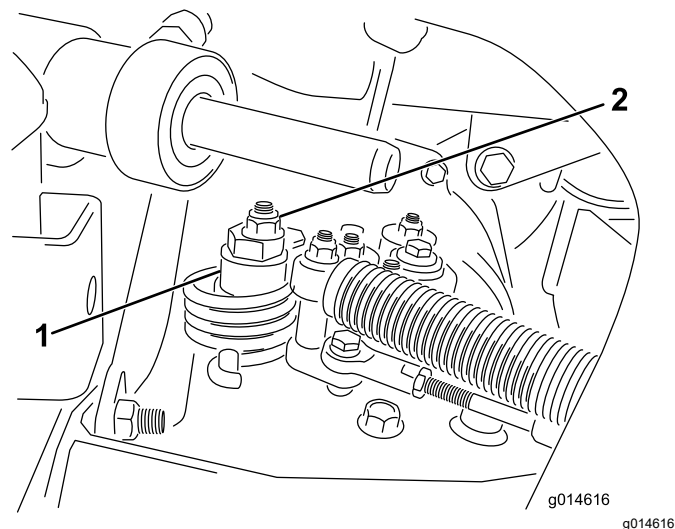

図 41
- A. 偏芯ナットをハイドロスタット上部に止めているナットをゆるめる 図 41。
- C. どちらにも車輪が回らないように偏芯ナットを回して調整する。調整ができれば固定ナットを締める 図 41。スロットル低速 および高速位置で調整が正しいことを確認する。